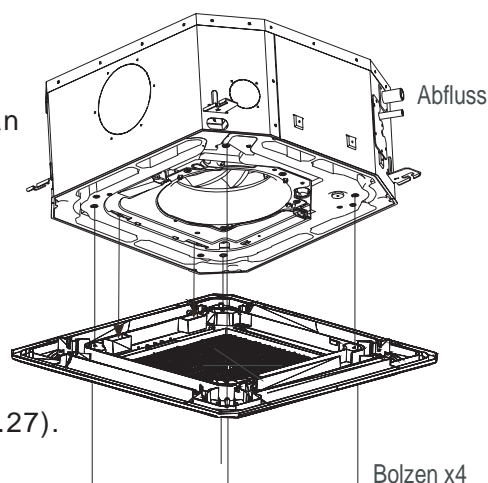

Abb.25
1. Ordnen Sie den Schwenkmotor an der Verkleidung bündig zu den Schlauchverbindungen des Hauptteils an (Abb.25).
2. Hängen Sie die vier fixierten Seile des Hauptteils an die Montageabdeckung und die anderen drei Abdeckungen des Schwenkmotors (Abb.25).